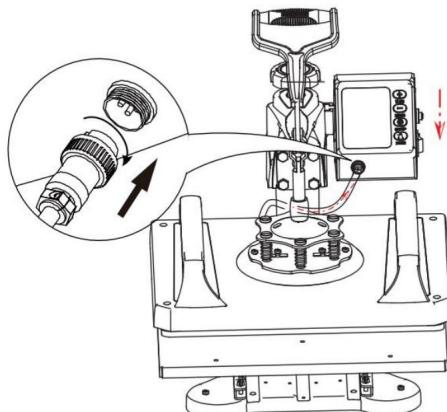

Fig 9
9. Befestigen Sie den Regler von oben nach unten im Kopfschlitz, verbinden Sie den männlichen Kopf der Heizplatte mit dem weiblichen Kopf des Regelreglers und ziehen Sie die Mutter fest, um die Installation abzuschließen (siehe Abbildung 9).